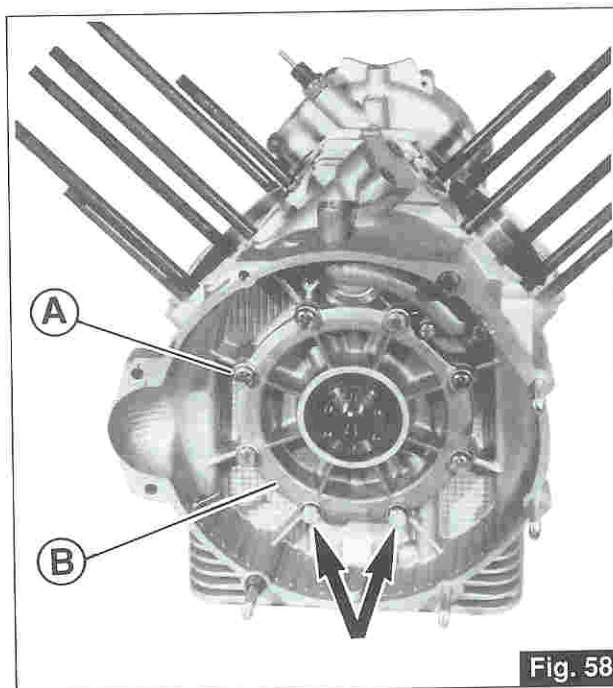

Fig. 58
- Svitare le otto viti «A» di tenuta della flangia posteriore «B» di supporto dell'albero motore. Al successivo rimontaggio per evitare trafilamenti di olio, applicare del nastro di teflon sulle 2 viti indicate dalla freccia (Fig. 58).
- Svitare le otto viti «A» holding the rear flange «B» that supports the crankshaft. When reassembling, use some Teflon tape on the 2 screw marked with the arrow (Fig. 58) to prevent oil from leaking through.